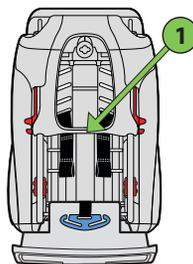

Figure 25
Acheminez les sangles du harnais sous la couverture du dossier du siège (1), tel qu'illustré dans la **Figure 25**.